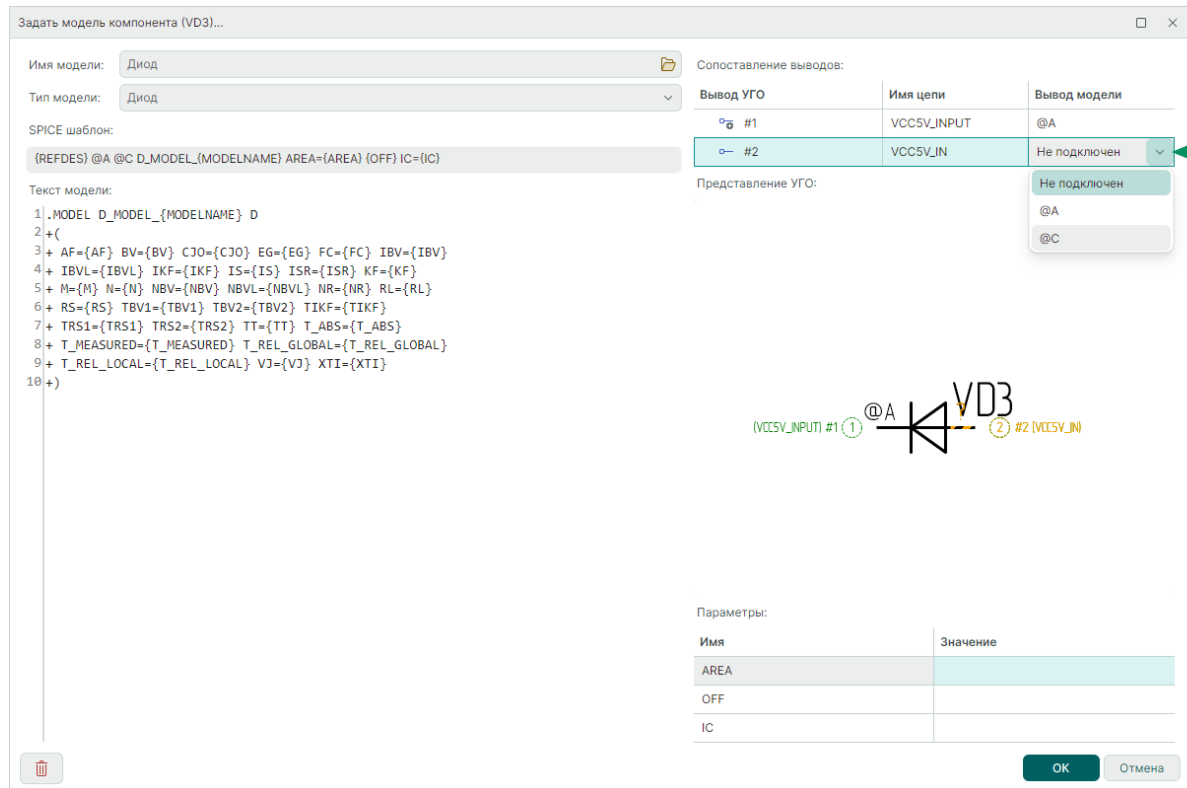

Рис. 31 Сопоставление выводов
4. Сопоставьте выводы УГО и модели в таблице «Сопоставление выводов», выбрав из выпадающего списка соответствующий вывод модели для каждого вывода УГО, см. Рис. 31.